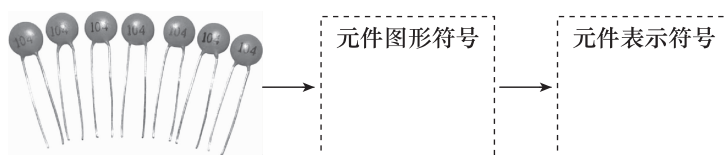

图 1-8 瓷片电容
(2) 如图 1-8 所示, 将瓷片电容的图形符号、表示符号填入对应方框中。